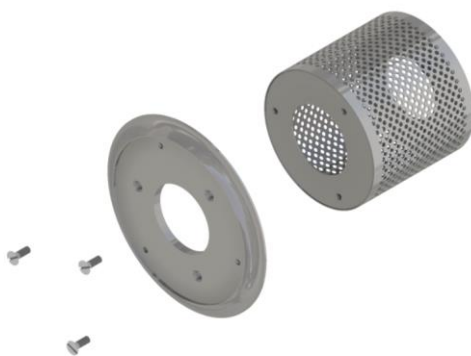

Figura 24:
- a) Com a chave de fenda parafuse 3 parafusos de cabeça chata prendendo o disco defletor na tela difusora (figura 24).